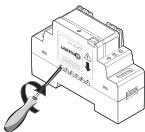

Imagen 3
4. Atornille los 6 tornillos del receptor para fijar los dos elementos entre ellos (véase imagen 3).